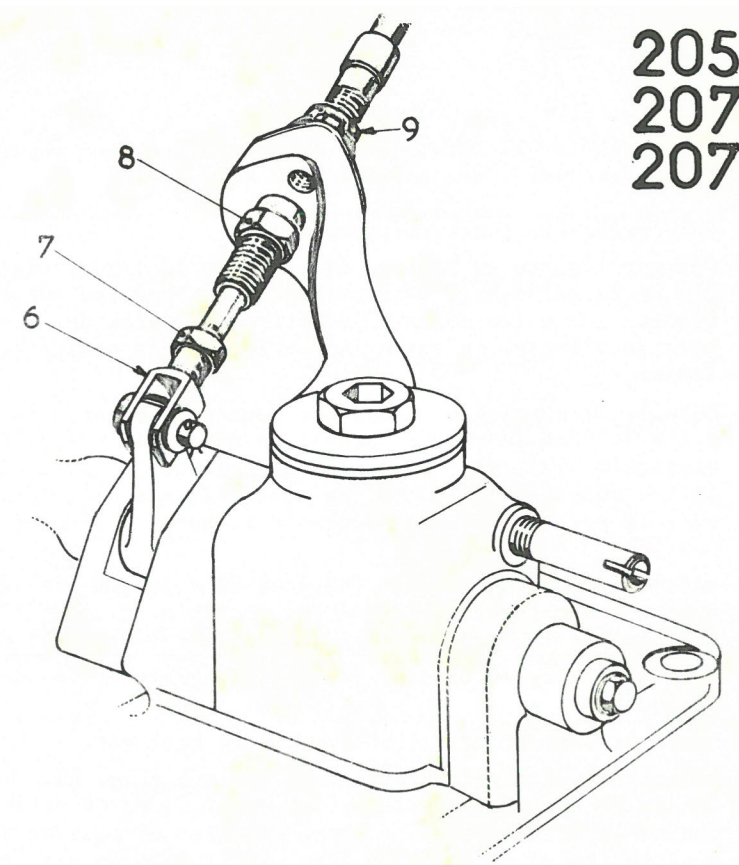

Fig. 3-
Côté couvercle supérieur de BV. (Fig. 3 et 4).
Si la 3ème vitesse décroche : Débloquer les écrous (8 & 9), visser de deux tours environ l'écrou (9), serrer l'écrou (8) sans bloquer, puis essayer (Fig. 3 et 4).